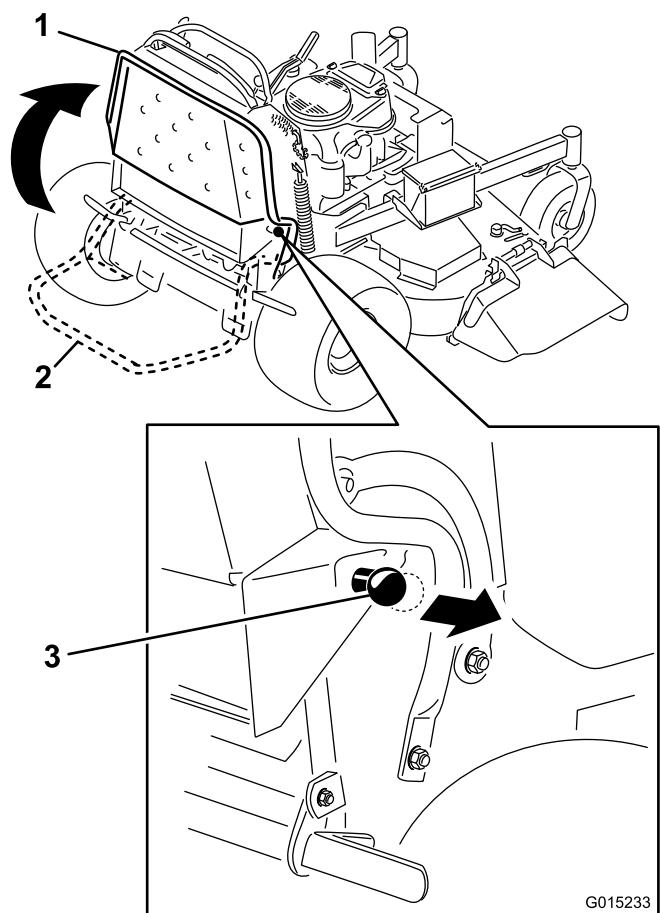

Figure 1
8. Abaissez la plate-forme (Figure 1).
11. Abaissez le support d'amortissement arrière sur la plate-forme (Figure 1 et Figure 2).